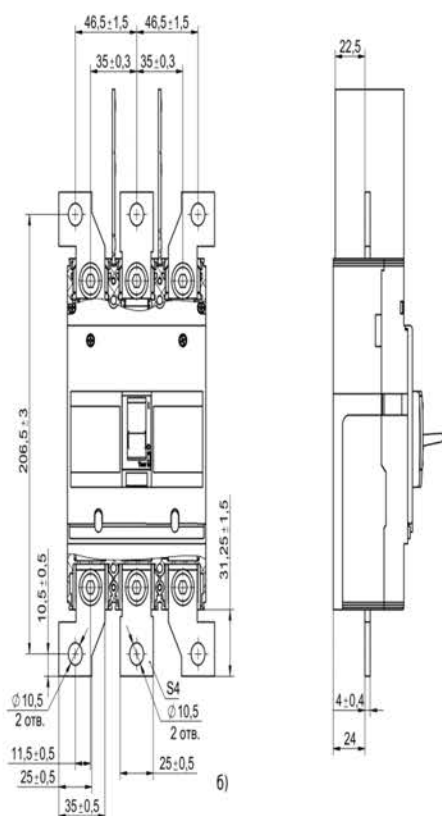

Рисунок 6 – Габаритные, установочные и присоединительные размеры выключателей, и присоединение с расширителями полюсов
2.9.5 Расширители полюсов (рисунок 6 б).
- 5) вставить межполюсные перегородки П в пазы (рисунок 6 а).